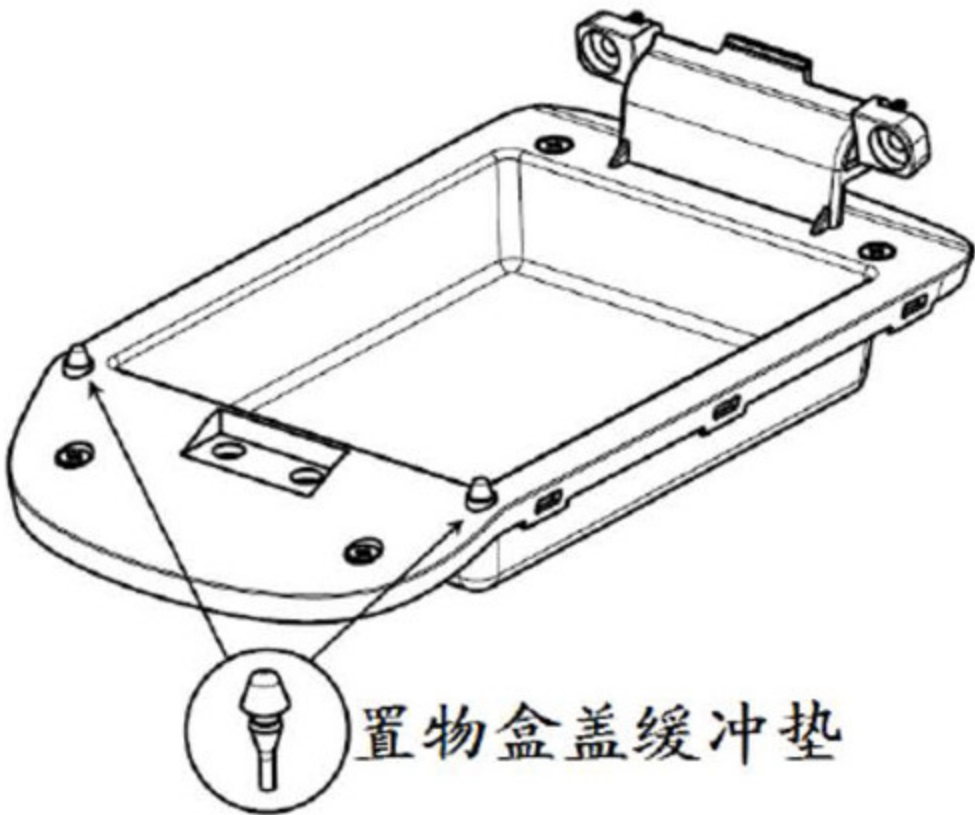

图6-3-7副仪表板扶手总成的分拆3
(3) 将置物盒盖缓冲垫从扶手内板上拔出。如图6-3-7所示;